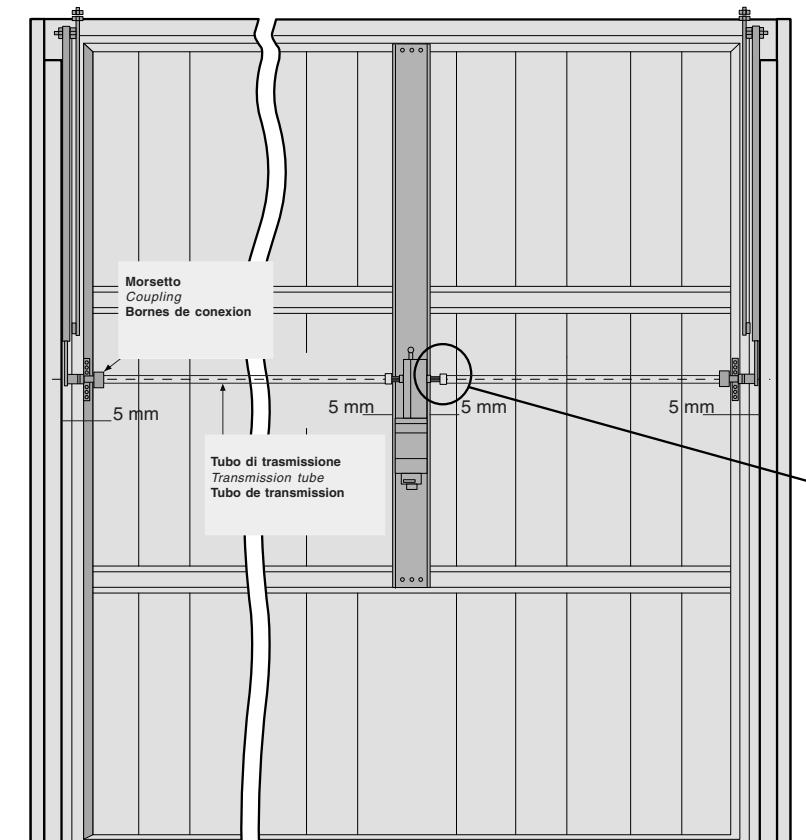

Fig. 8
- Estrarre la rondella e la vite posta sull'alberino e inserire la manopola di sblocco ruotandola in modo da sbloccare il motore come da fig. 8 (questo per facilitare il collegamento albero quadro/tubo di trasmissione/braccio).
- Remove the screw and washer from the shaft and fit the release knob. Rotate the release knob in order to release the motor as shown in fig. 8 (this facilitates connection of the square shaft/transmission tube/ arm).
- Extraiga la arandela y el tornillo colocado en el eje e introduzca la manecilla de desbloqueo girándola de manera que el motor quede desbloqueado, tal como muestra la fig.8 (para facilitar la conexión árbol cuadrado tubo de transmisión-brazo).